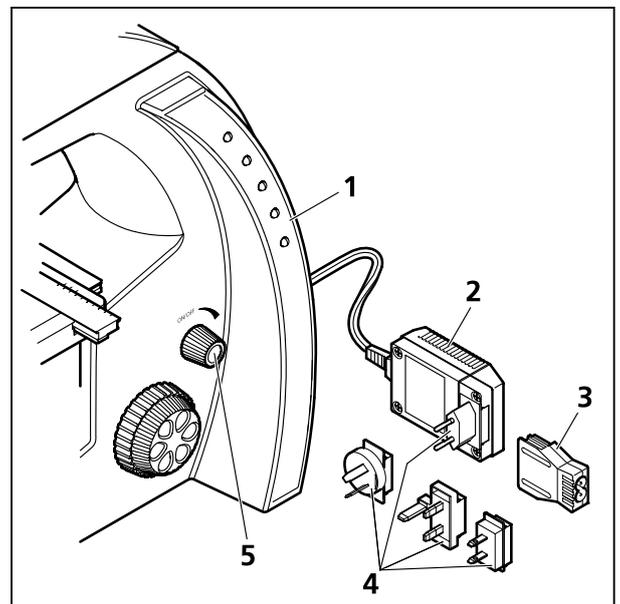

Bild 3 Mikroskop in Betrieb nehmen
- Steckernetzteil (Bild 3/2) aus der Aufbewahrungshalterung an der Stativrückseite des Mikroskops entnehmen.
- Falls notwendig, den installierten Netzanschlussadapter gegen einen der mitgelieferten landesüblichen Adapter (Bild 3/4) austauschen. Dazu den vorhandenen Adapter abziehen und den gewünschten aufstecken.
- Falls das Steckernetzteil aus Platzgründen nicht in die vorgesehene Netzsteckdose eingesteckt werden kann, den Netzanschlussadapter durch den mitgelieferten IEC-Adapter (Bild 3/3) ersetzen. Das Steckernetzteil kann nun flach hingelegt und über ein landestypisches Gerätekabel an die Netzsteckdose angeschlossen werden.
- Mit Drehschalter (Bild 3/5) Mikroskop einschalten und Beleuchtung auf gewünschte Beleuchtungsintensität einstellen.
Die gewählte Einstellung wird über die beidseitig am Stativ angebrachten, blauen Leuchtdioden (Bild 3/1) in fünf Stufen angezeigt.